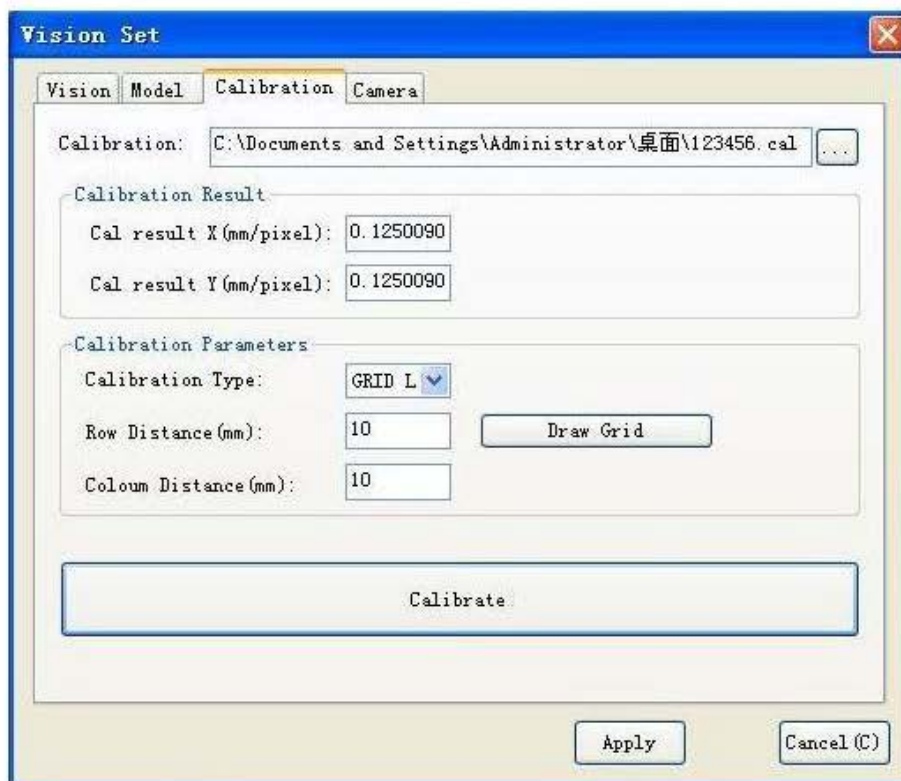

Fig. 3-27
2. Selecione a posição alvo do arquivo, o nome do arquivo de calibração, (por exemplo, "123456.cal"), e clique no botão "Salvar" para armazenar o arquivo de calibração. Se a calibração tiver êxito, ela retorna a interface de calibração (como na Fig. 3-27); caso contrário, a caixa de diálogo de erro correspondente aparecerá. Quando o sistema for iniciado na próxima vez, ele carregará o arquivo de calibração automaticamente.